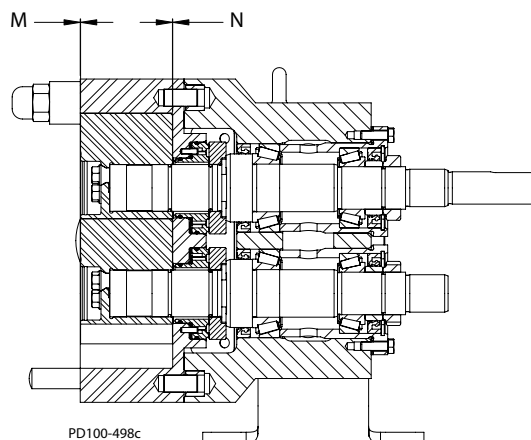

Figura 59 - Măsurată jocul
5. Verificați jocurile apărute în spate și în față (articolele M și N în Figura 59). Ajustați garniturile după cum este necesar.